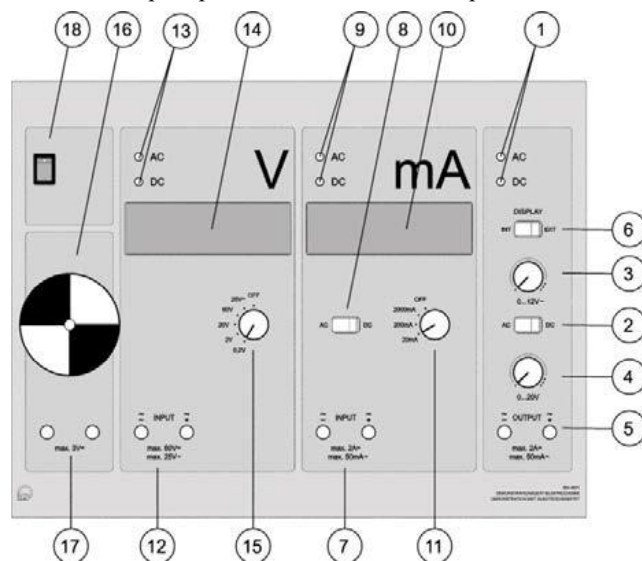
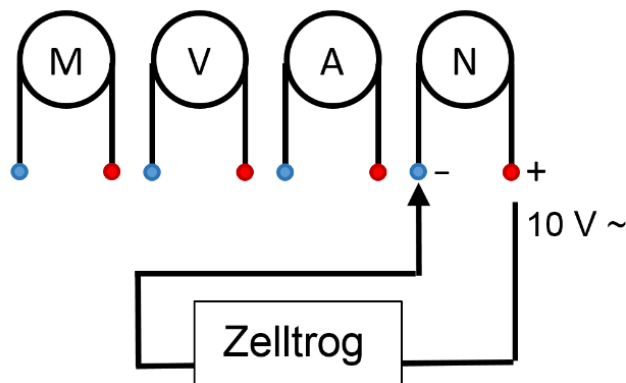

Рисунок 2 Эскиз демонстрационного блока.
Рисунок 3 Схема для эксперимента.
Подключите по одному выходному разъему каждого источника питания (5) к никелевому электроду, с помощью зажима "крокодил". В источнике питания установите переключатель (2) в положение переменного тока (AC). Повторите для переключателя на измерительном блоке (8). Включите индикатор измерения источника питания (переключатель (6)) (см. рис. 2 и рис. 3).
Установите значение переменного тока (AC) на 10 В, используя диск управления (3) в источнике питания (см. рис. 2). При каждом измерении, прежде чем снимать показания тока, отрегулируйте напряжение до 10 В.